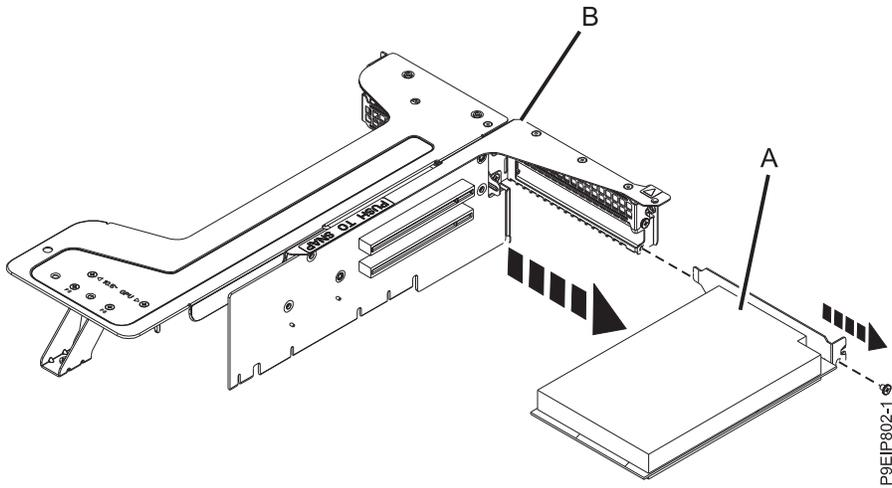

Figura 45. Extracción de un adaptador de la posición 1 de la tarjeta de expansión
- a. Retire la patilla de sujeción (A) para que la flecha apunte al sistema. Si el sistema tiene un tornillo junto a la parte frontal de la tarjeta de expansión que fija la tarjeta de expansión a la placa posterior del sistema, quite el tornillo.
- f. Desconecte un adaptador (A) de la tarjeta de expansión del adaptador PCIe (B), como se muestra en la Figura 45 en la página 46.